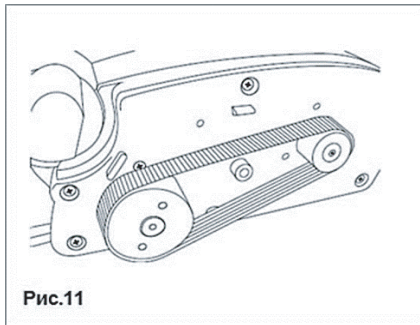

Рис.11
- Відкрутіть кріпильні гвинти і зніміть кришку ремінної передачі. (Рис.11)